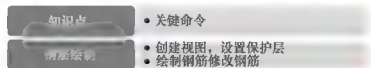

图 2.77 知识体系
- (1) 对照图 2.77，梳理自己所掌握的知识体系，并与同学相互交流、研讨个人对某些